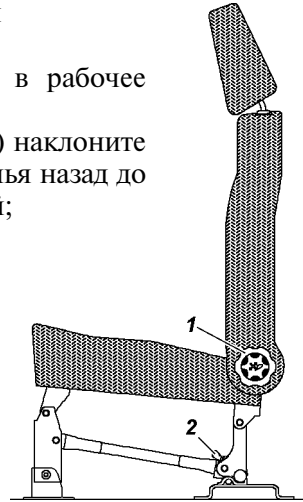

Рис. 3.8. Заднее трехместное сиденье:
Заднее трехместное сиденье (рис. 3.8) может быть разложено для организации спального места или сложено для увеличения объема грузового помещения.
- вращением ручек 1 (см. рис.3.8) наклоните спинки заднего трехместного сиденья назад до упора в подушки откидных сидений;
- вращением ручек 1 (см. рис.3.8) наклоните спинки заднего сиденья вперед до упора;